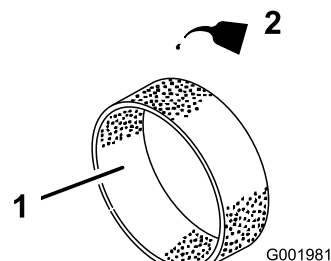

図 45
4. 乾いたら新しいエンジン・オイルを30～60 cc含ませる(図 45)。